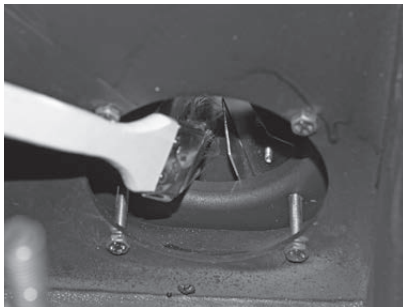

Fig. 108 Nettoyer la roue de ventilation et aspirer
- ▶ Nettoyer la roue de ventilateur avec un pinceau – Fig. 108.